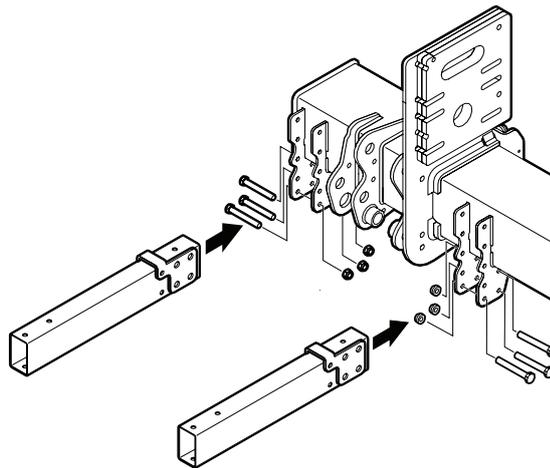

Abbildung 52. Montage der Halterungen am Träger
1. Die Halterungen am Träger der Ladebordwand mit 3 Schrauben M12x100 anbringen, ohne die Schrauben anzuziehen. siehe Abbildung 52.